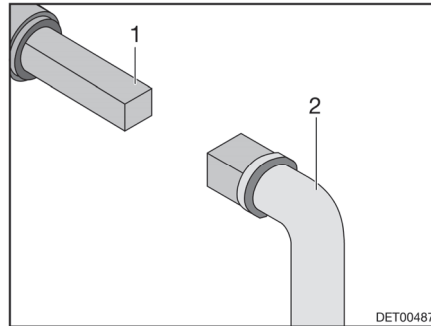

Bild 111 Bedienung Abwasserhahn
- Schlüssel (Bild 111,2) auf Vierkant (Bild 111,1) stecken.